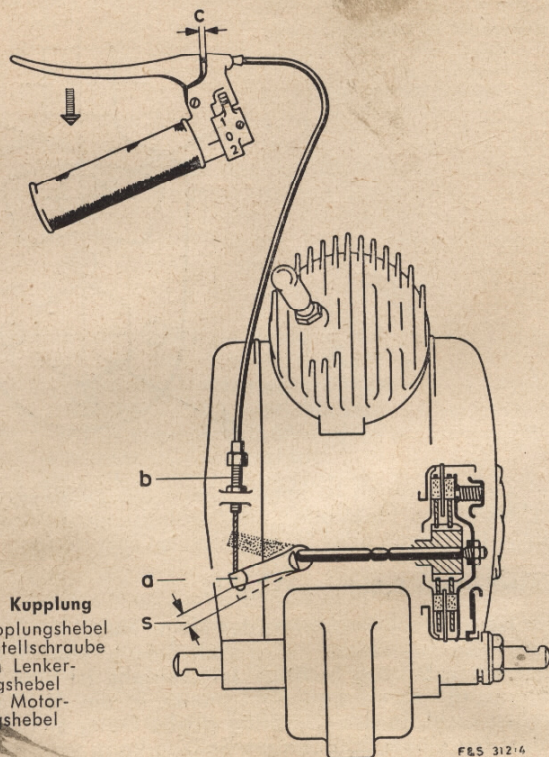

Bild 11
Die Kupplung des SACHS 50 muß einmal die volle Motorleistung übertragen, beim Schalten und Halten soll sie aber Motor und Getriebe vollständig trennen. Schließlich muß sie beim Anfahren auch erhebliche Drehzahlunterschiede ausgleichen. Diese Aufgaben erfüllt sie immer zuverlässig, wenn sie richtig eingestellt ist und auch ein ganz geringer, natürlicher Verschleiß rechtzeitig berücksichtigt wird. Die einwandfreie Einstellung wird so vorgenommen: (Bild 11)
2. Die Stellschraube des Kupplungs-Seilzuges wird bei kaltem Motor so eingestellt, daß am Lenkerkupplungshebel ein Spiel von 1 bis 3 mm bleibt, c (Bild 11).